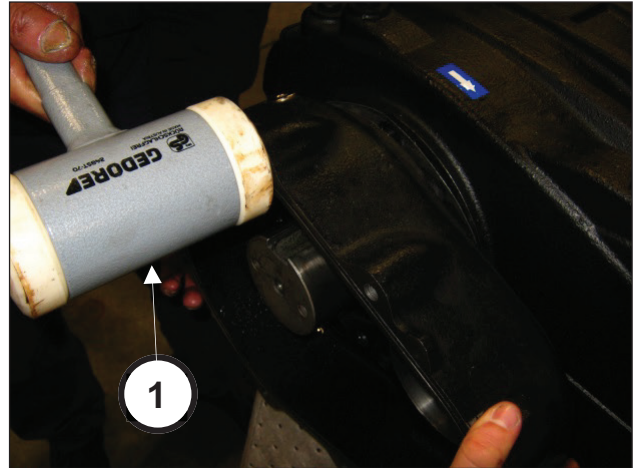

Fig. 63
Monte a caixa do redutor (e respectivo vedante), usando um martelo (pos. ①, Fig. 63).